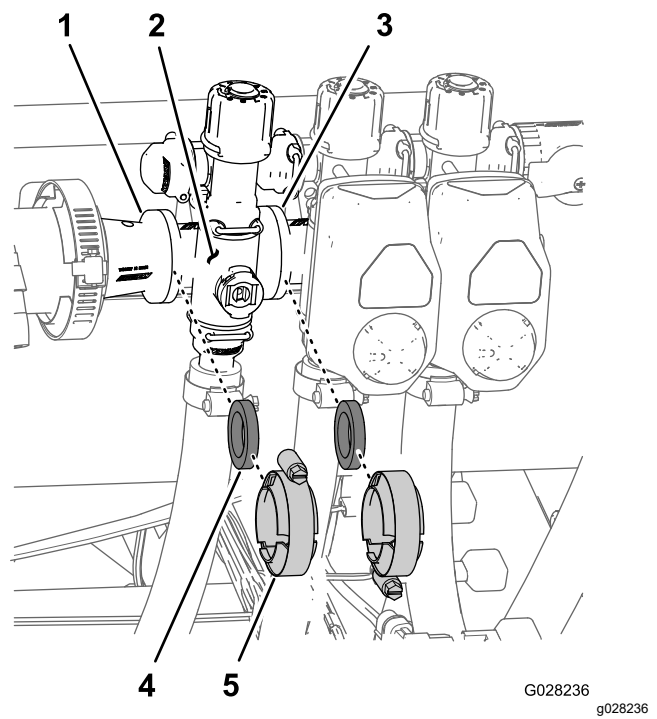

図 74
1. 個別ブームバルブ 図 74 のマニホールドを隣接する個別ブームバルブ左ブームの場合はリデューサカップリングに固定しているクランプとガスケットを外す。